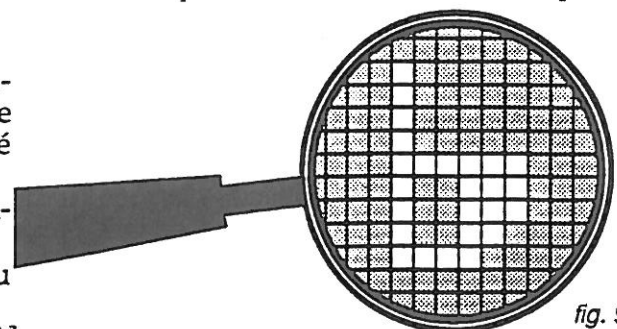

fig. 93
- Lorsque l'on rince ensuite l'écran sérigraphique à l'eau, la résine photosensible ne disparaît qu'aux endroits où elle n'a pas été insolée (fig. 93).